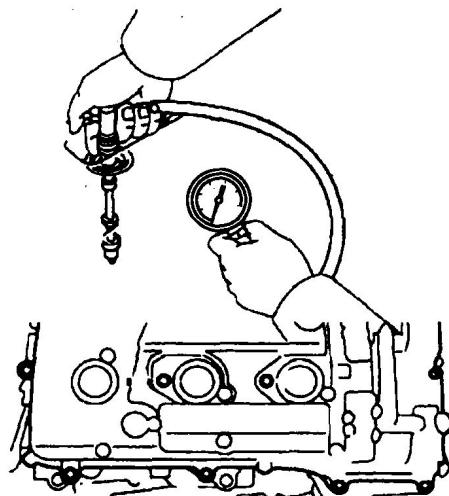

图 1-2 检查气缸压缩压力
- ① 将发动机暖机。
- ② 拆下高压阻尼线。
- ③ 拆下火花塞。
- ④ 检查气缸压缩压力。
a. 将气缸压缩压力表装在火花塞孔上，如图 1-2 所示。